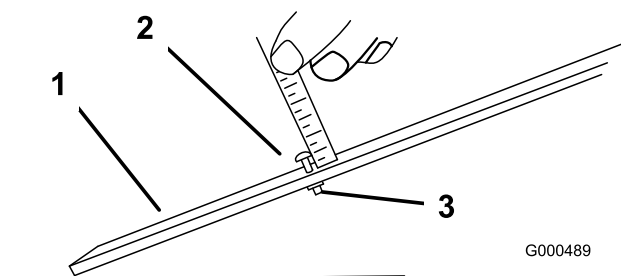

図 49
3. ゲージバー 図 49 のナットをゆるめ、調整ネジを希望の刈り高に合わせるねじの頭の下からバーの表面までの距離が刈り高となる。